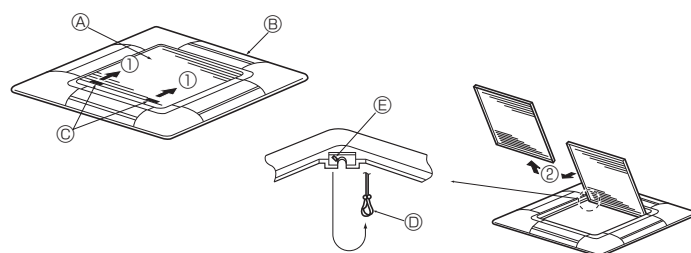
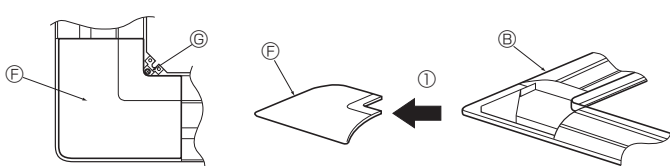

Fig. 8-3
Fig. 8-4
8.2.1. Extracción de la rejilla de admisión (Fig. 8-3)
- Deslice las palancas en la dirección indicada mediante la flecha ① para abrir la rejilla de admisión.
- Con la rejilla de admisión en posición "abierta", extraiga la bisagra de la rejilla de admisión de la rejilla tal y como se indica mediante la flecha ②.
8.2.2. Extracción del panel angular (Fig. 8-4)
- Extraiga el tornillo de la esquina del panel angular. Deslice los paneles angulares indicados por la flecha ① para extraer este panel.